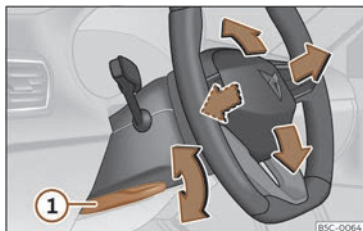

Fig. 86 Palanca a la part inferior del lateral esquerre de la columna de direcció.
- Estireu la palanca >>> **fig. 86 ①** cap avall, moveu el volant fins a la posició desitjada i torneu a pujar la palanca fins al punt de tancament.
- Després d'ajustar la columna de la direcció, empenyeu fermament la palanca >>> **fig. 86 ①** cap amunt perquè el volant no canviï de posició accidentalment durant la marxa.